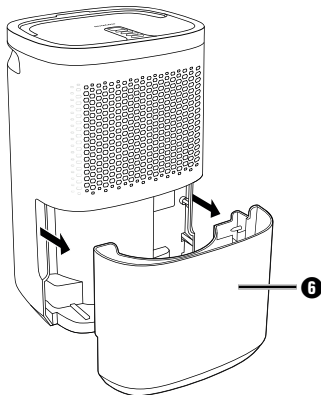

Abb. 1
- ◆ Ziehen Sie den Wassertank **6** vorsichtig an den seitlichen Griffmulden aus dem Gerät heraus (siehe Abbildung 1).